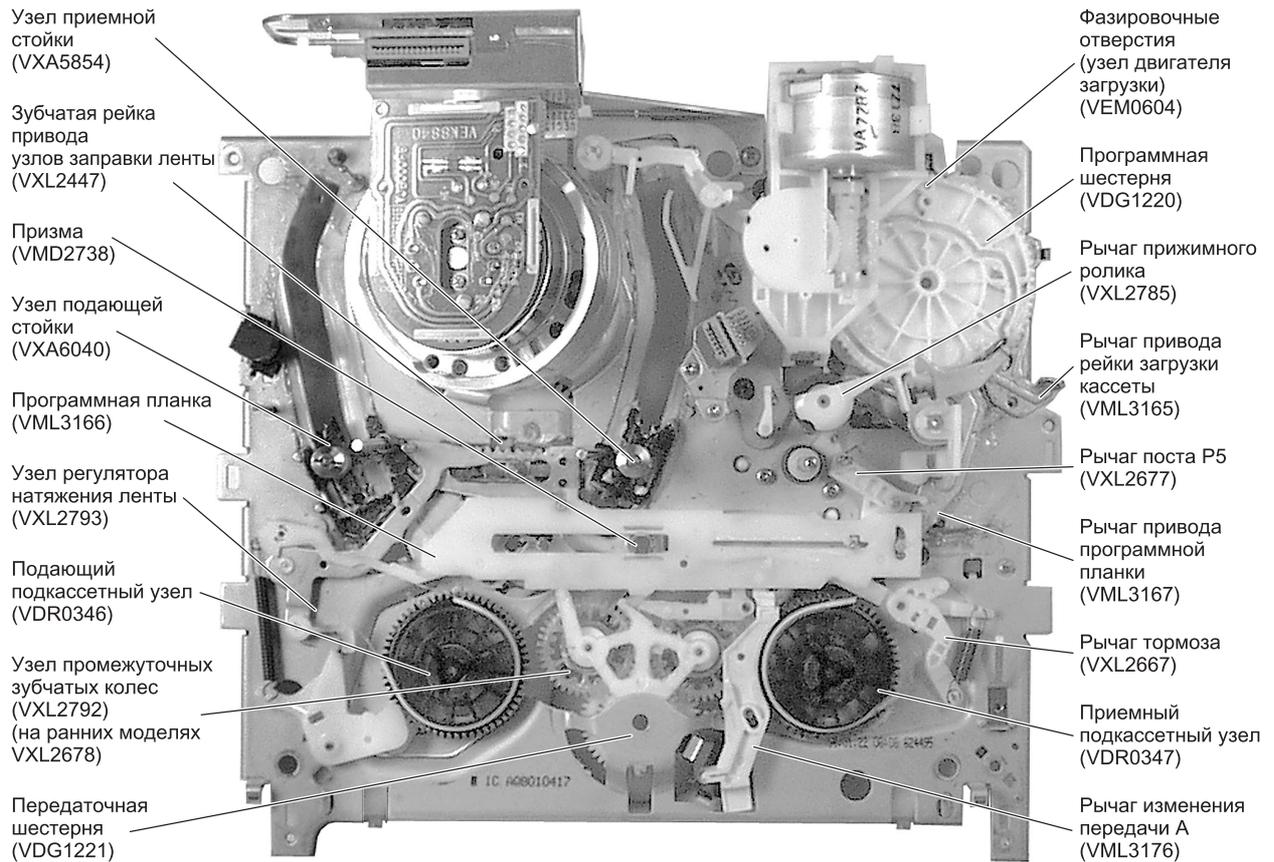

Рис. 1. Z-механизм, вид сверху
Вид сверху и снизу Z-механизма без кассетоприемника представлен на рис. 1 и 2 соответственно. В скобках указаны номера узлов и деталей, необходимых при покупке или заказе.
3. Устанавливаются: узел промежуточных зубчатых колес (см. рис. 1 и 2), рычаг изменения передачи, передаточная шестерня, пружина и центральная муфта, которая фиксируется разрезной шайбой (VMX 2208).